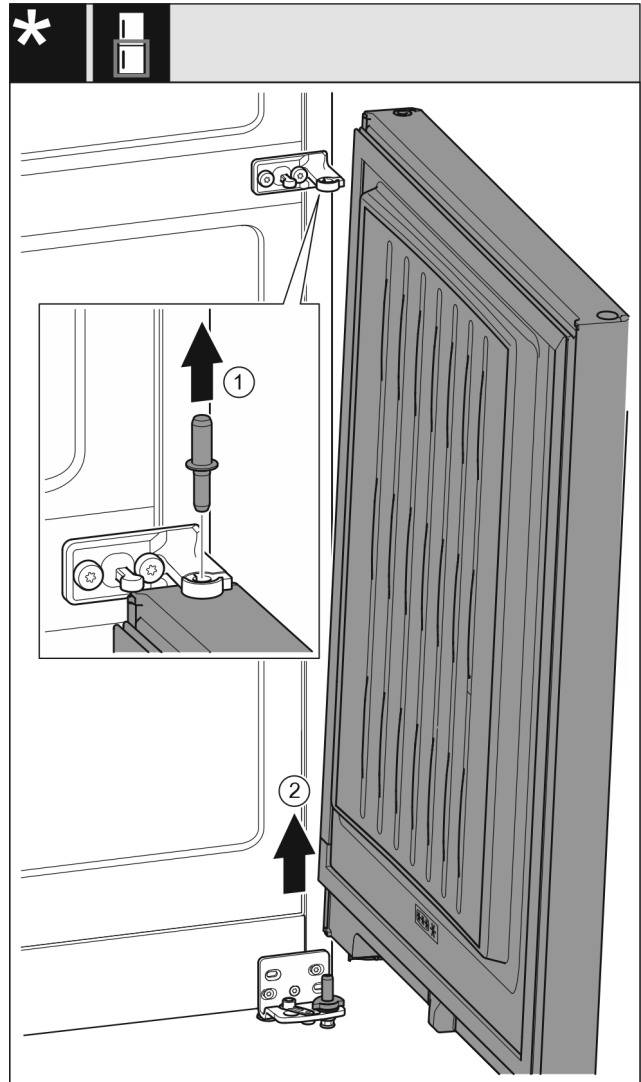

Fig. 9
- Извлеките палец Fig. 9 (1) движением вверх.
- Отведите дверь Fig. 9 (2) в сторону, потяните вверх и отставьте ее.